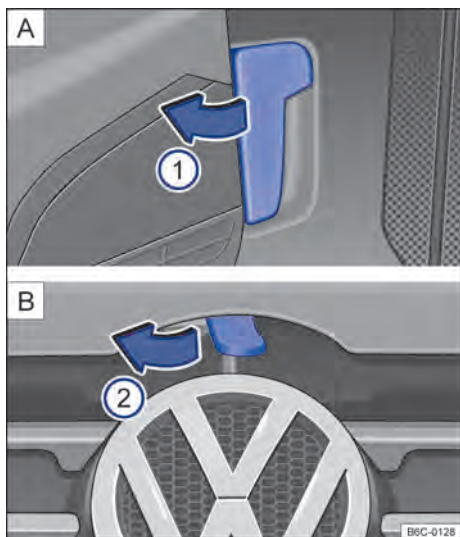

Fig. 148 [A] Palanca de desbloqueo del capó delantero en la zona reposapiés del conductor. [B] Palanca de desbloqueo en la parte interior del vano motor.
- Antes de abrir el capó delantero, asegurarse de que los brazos de los limpiaparabrisas estén apoyados en el parabrisas → ①.
- Abrir la puerta del conductor y tirar de la palanca de desbloqueo en la dirección de la flecha → fig. 148 [A] ①. El capó delantero salta hacia fuera del bloqueo del cierre por la presión del muelle → pág. 187.
- Levantar un poco el capó delantero y, al mismo tiempo, presionar la palanca de desbloqueo en el sentido de la flecha → fig. 148 [B] ②, que se encuentra en la parte interna del capó, para abrir completamente el capó delantero.